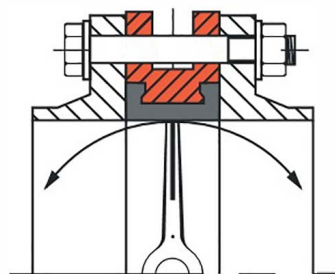

Рис. 3 (правильно)
3) Перед началом монтажа важно убедиться, что внутренний диаметр фланцев соответствует номинальному диаметру дискового поворотного затвора (рис. 3).